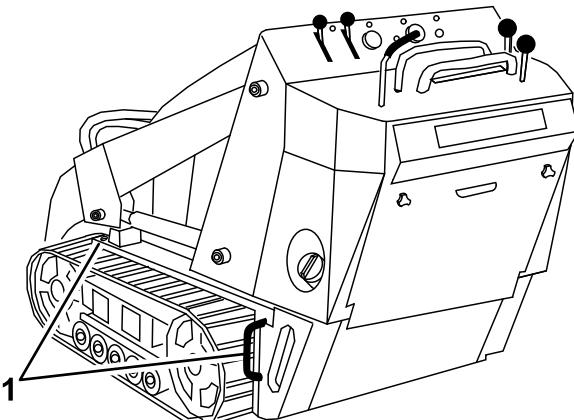

Figura 20
8. Utilice los puntos de amarre metálicos de la máquina para sujetar la máquina firmemente al remolque o al camión con correas, cadenas, cables o cuerdas (Figura 20). Consulte la normativa local respecto a los requisitos de amarre.
Puede izar la máquina usando los puntos de amarre/izado; consulte Figura 20.